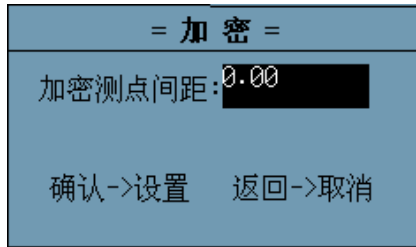

图 5.15 加密测试界面
**加密：**如果用户在进行测试过程中，发现基桩的局部有缺陷，想对该区域进行更加密集的测试，则可以进入加密测试状态，在选择加密测试以后，会弹出图 5.15 所示的界面，用户输入需要加密的测点数，则可以进行加密。